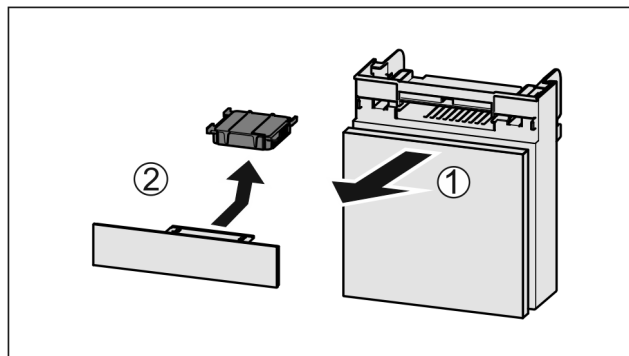

Fig. 159
- ▶ Pretinac izvucite Fig. 159 (1) prema naprijed.
- ▶ Izvadite filtara s aktivnim ugljenom Fig. 159 (2).